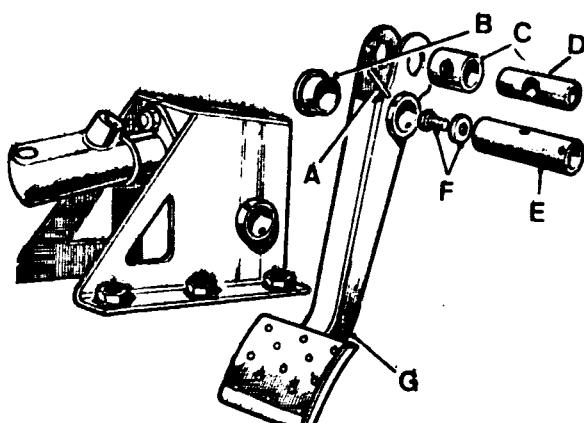

Fig. B2-20 - Pedal del embrague desmontado.
1.3.- Con un botádor se extraerá el fiador (fig. B2-20) del eje y, luego, éste y el pedal, en unión de la articulación, manguito separador y casquillo, piezas que podrán separarse si fuese necesario.